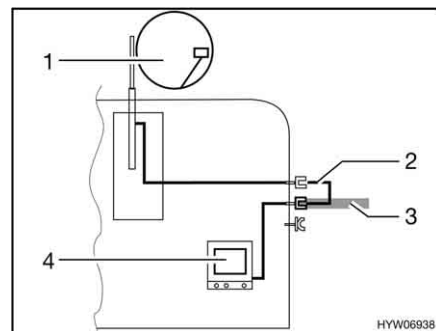

Fig. 191 TV dans le véhicule
- TV dans le véhicule (Fig. 191,4) : Raccord à l'antenne sur le toit (Fig. 191,1) avec câble d'alimentation (Fig. 191,2)
- TV dans le véhicule (Fig. 191,4) : Raccord à l'antenne extérieure (Fig. 191,3)